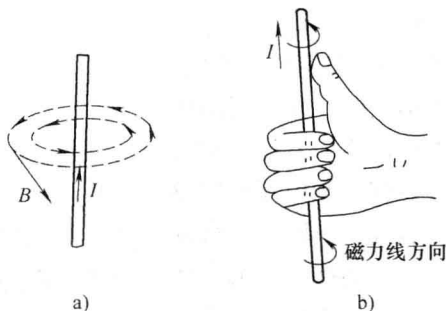

图 1-2 通电直导线的磁场
2) 通电直导线的磁场，如图 1-2 所示，电流流过直导线时，它产生的磁力线为以直导线为中心的同心圆，这些同心圆都在和导线垂直的平面上。磁力线的方向和电流方向的关系可用安培定